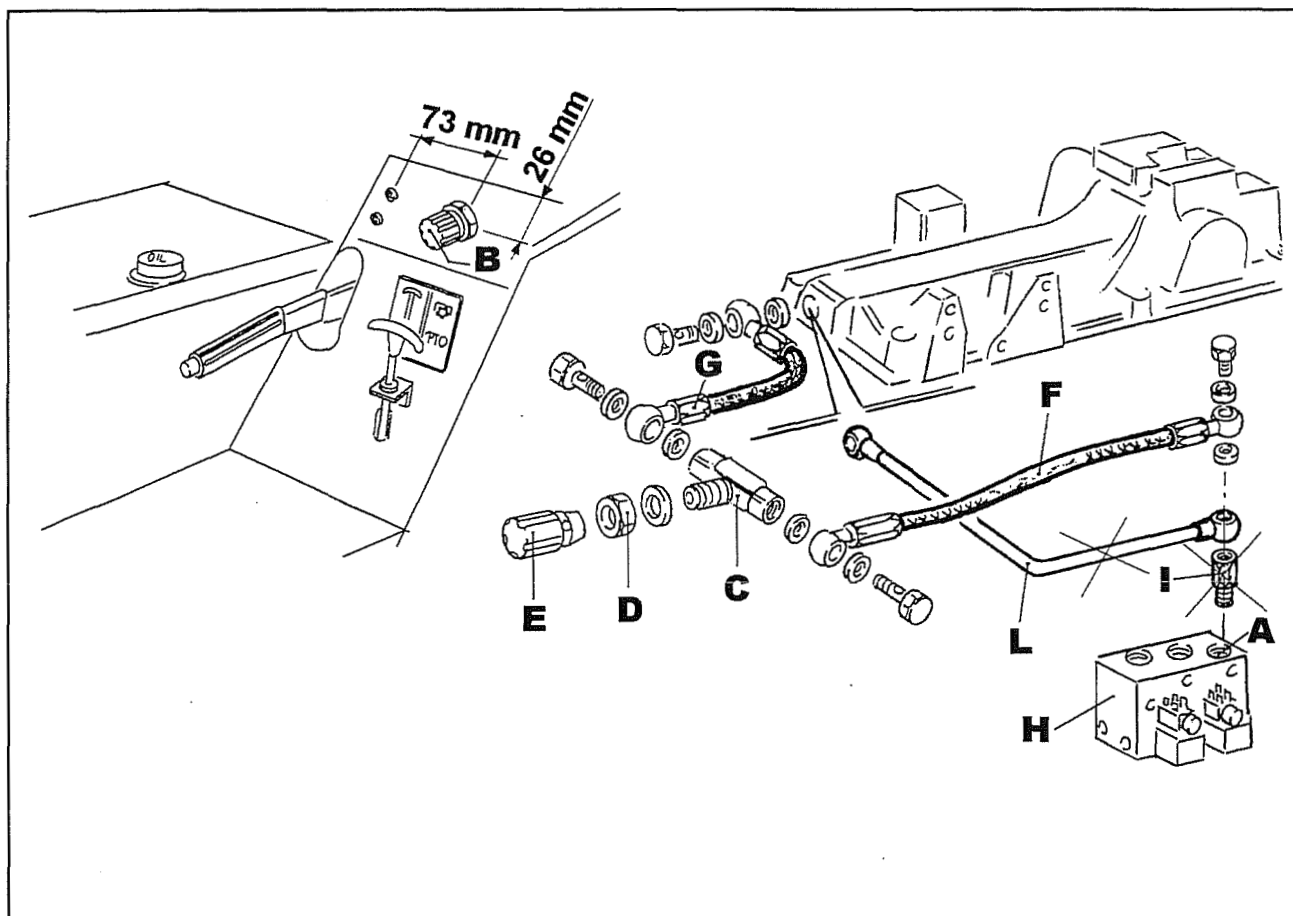

Fig. 34
2. Effettuare un foro di diametro 20 mm sulla lamiera di protezione sinistra, nella posizione indicata al punto **B** fig.34.